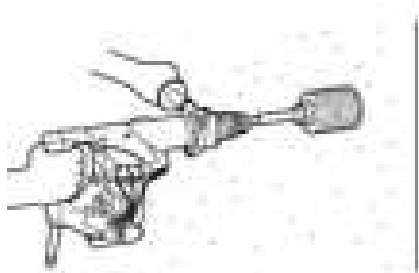

Рис. 19
2.2. В центровой стержень вмонтирована пружина. Плотно и под прямым углом, прижав его к стене или поверхности пола, вся поверхность лезвия бура получает контакт и начинается процесс сверления (рис. 19).